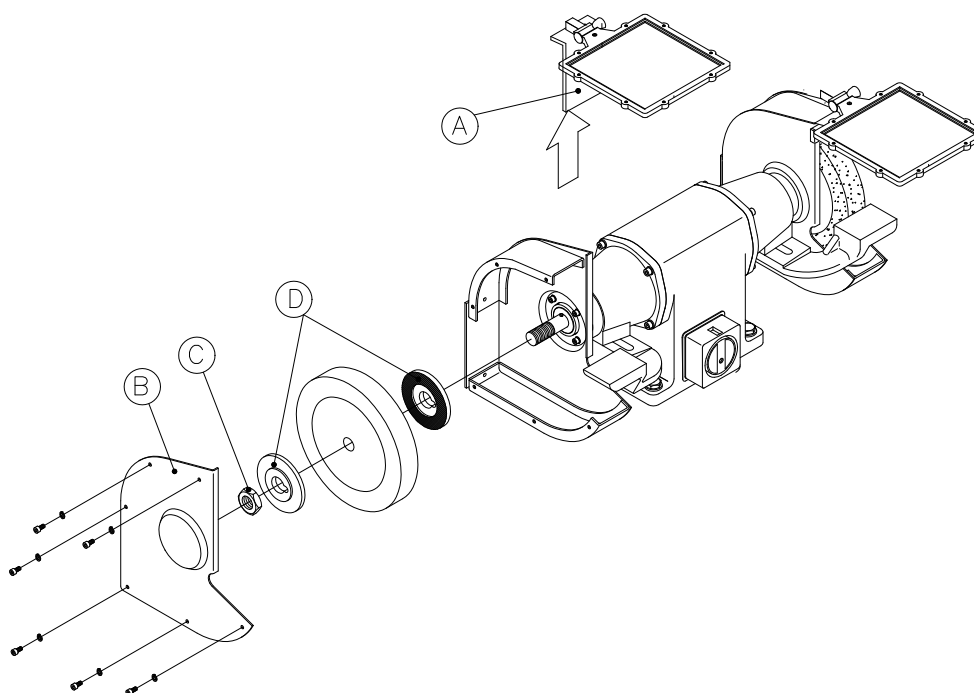

Fig. 2.1
Vid byte av slipskivan ska först gnistfångaren (A) (se Fig. 2.1) demonteras och därefter det yttre skyddet (B) avlägsnas. Muttern (C) ska skruvas av varefter den yttre flänsen och slipskivan kan dras av axeln. Den nya slipskivans dimensioner får inte överstiga de som anges på maskinens typskylt. Det är också viktigt att hålets diameter är korrekt.